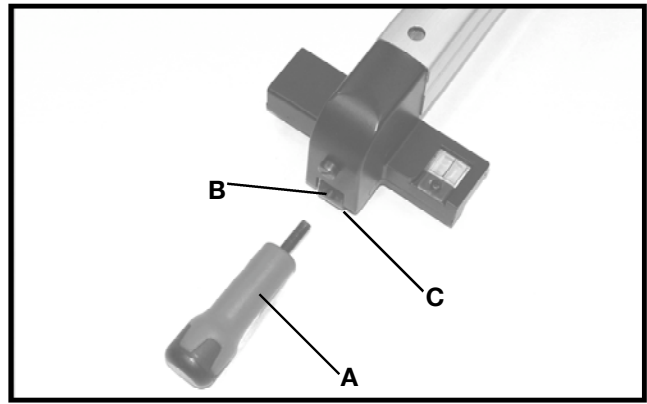

Fig. 21
1. Enrosque el mango (A), Fig. 21, en el orificio roscado (B) en la leva de la guía (C).